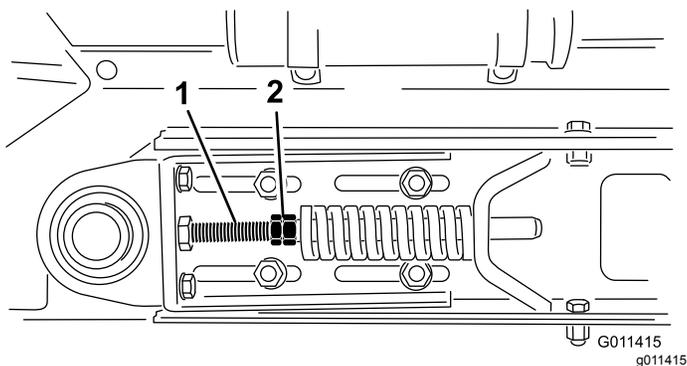

Рисунок 31
3. Для сброса натяжения пружины ослабьте зажимные гайки и гайки на натяжной тяге (Рисунок 31).